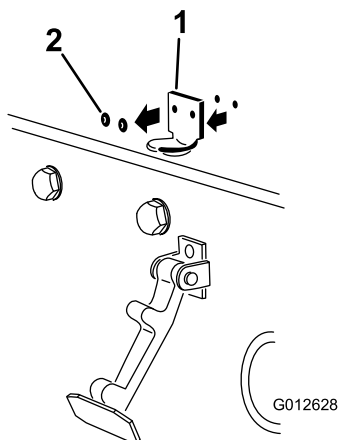

図 3
- フードラッチブラケットをフードに固定しているリベット2本を外す **図 3**。フードからフードラッチブラケットを外す。